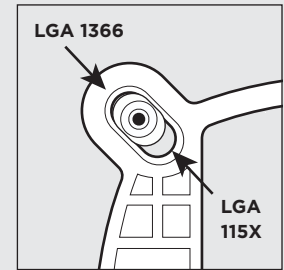

figure 1
- For LGA 115X installation, slide the backplate pins inside (figure 1).
- For LGA 1366 installation, slide the backplate pins outside (figure 1).
- Pour l'installation sur un socket LGA 115x, faites glisser les broches de la plaque arrière vers l'intérieur (figure 1).
- Pour l'installation sur un socket LGA 1366, faites glisser les broches de la plaque arrière vers l'extérieur (figure 1).
- Schieben Sie die Stifte der Rückwand nach innen, um LGA 115X zu montieren (Abbildung 1).
- Schieben Sie die Stifte der Rückwand nach innen, um LGA 1366 zu montieren (Abbildung 1).
- При установке LGA 115X задвиньте штырьки внутрь (Рис. 1).
- При установке LGA 1366 задвиньте штырьки наружу (Рис. 1).